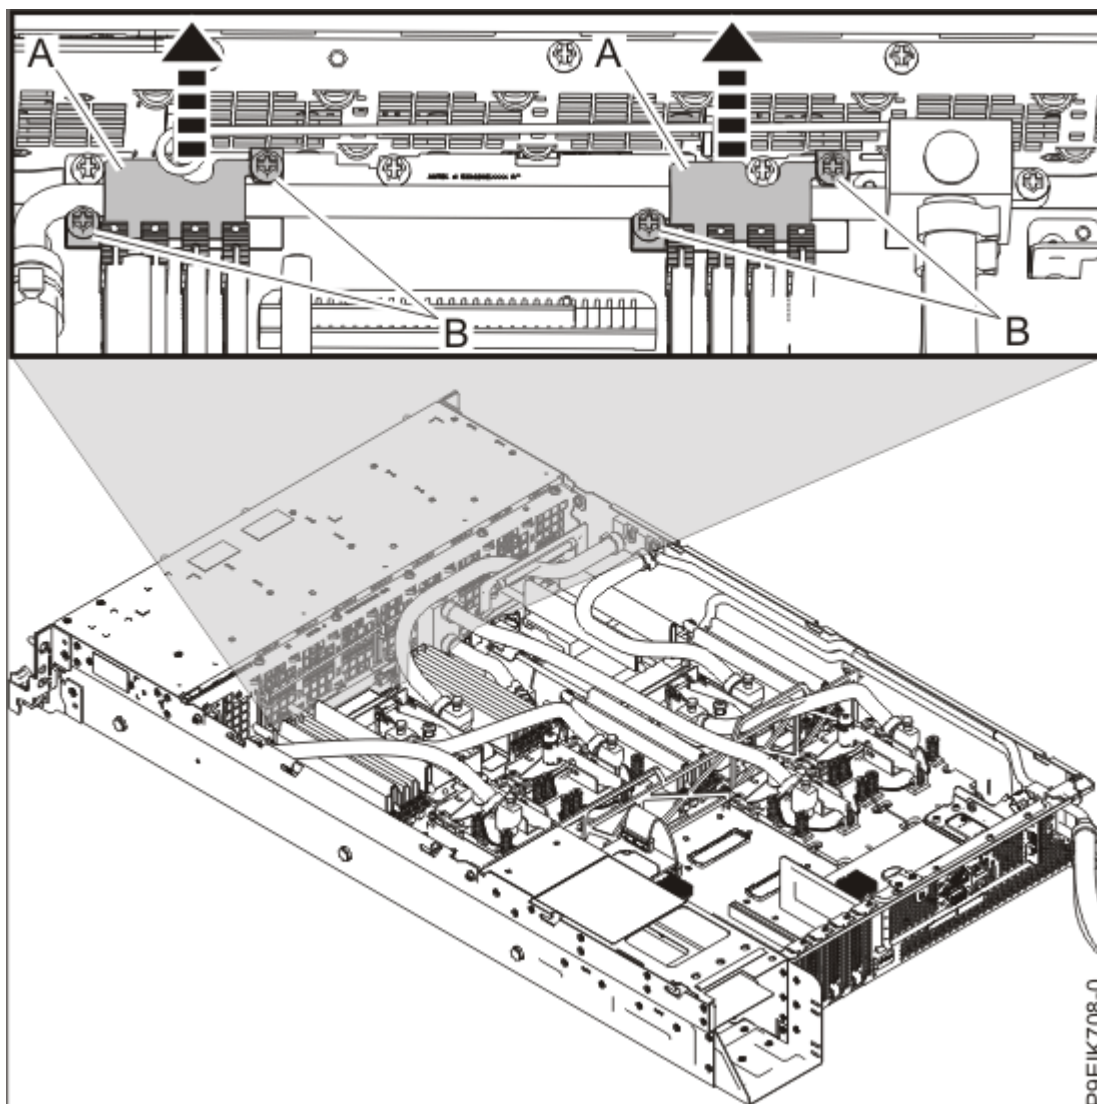

Figura 9. Extracción de los receptáculos de conductos
6. Extraiga los dos receptáculos de conductos (**A**) que hay cerca de la parte frontal del sistema, tal como se muestra en la Figura 9 en la página 13. Afloje los cuatro tornillos (**B**) y levante los receptáculos de los conductos.